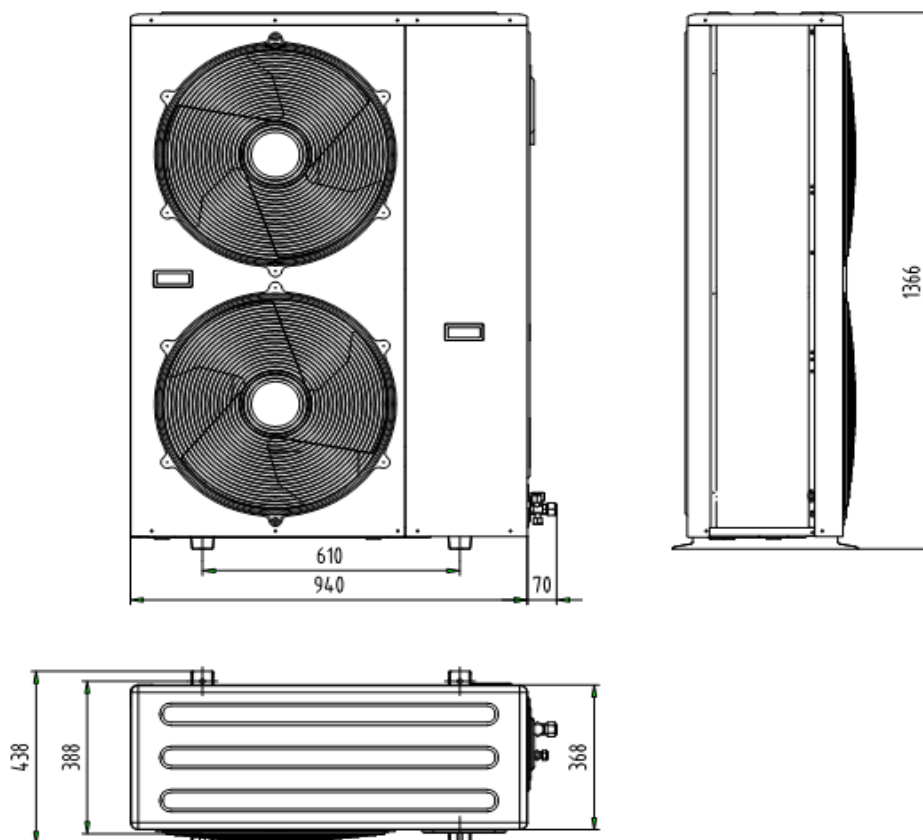

Рис.1.5
- Модели IMS-EM120NH(7), MS-EM120NB(7), IMS-EM140NH(7), IMS-EM140NB(7), IMS-EM160NH(7) IMS-EM160NB(7), (рис.1.5)
- В комплекты BQ-101Y (AFG-00B) BQ-01Y (AFG-12B) входят рефенты для газовой и жидкостной трубы (рис. 1.5)